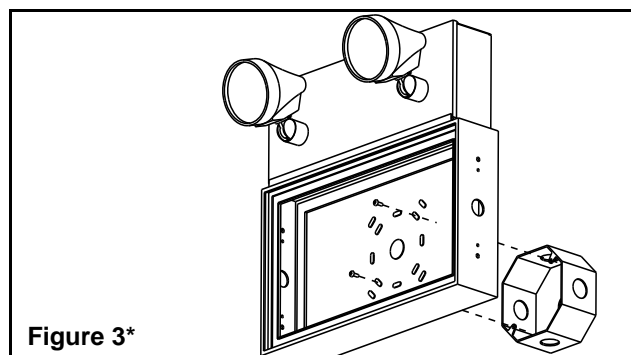

Figure 3*
- a. Défoncer les trous appropriés dans la plaque arrière de l'enseigne pour monter à une boîte de jonction standard; soutenir la plaque avec des morceaux de bois autour des trous à découper. Pousser sur les découpes avec un tournevis (voir figure 3).